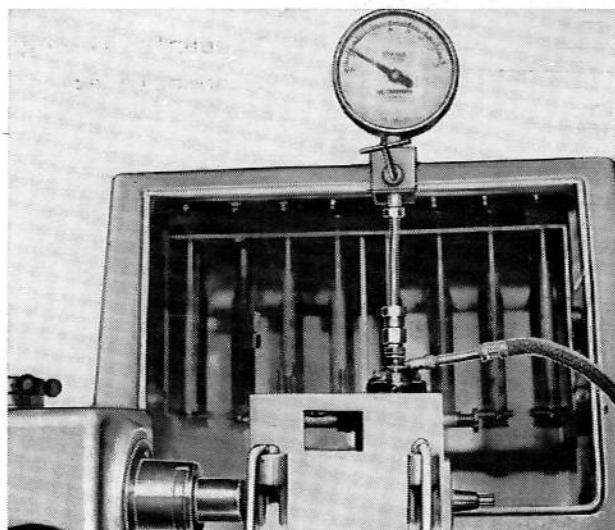

Fig. 32
- Relier le raccord de refoulement à un manomètre de 600 kg/cm^2 comportant une soupape de sûreté (fig. 32).